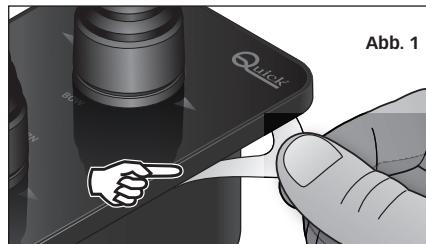

Abb. 1
- (**Abb. 1**) Das Schutzpapier von der Klebedichtung abziehen und dabei vermeiden, den klebenden Teil mit den Fingern zu berühren.